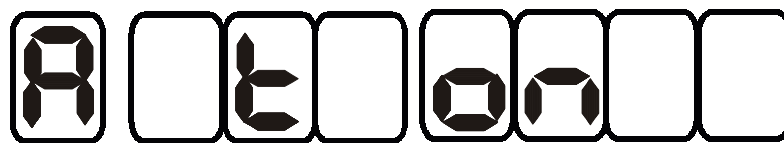

Рис.15. Вид индикатора при отключенном маскировании.
6.3.5. Режим задания масок. Для входа в этот режим нажмите кнопку **“Режим”** три раза. Маска или запрет на обработку может быть наложена на каждый параметр независимо. Выбор параметра, на который будет наложен запрет обработки, производится циклически кнопкой **“Выбор”**. На Рис.15 приведен вид индикатора, когда маскирование отключено: